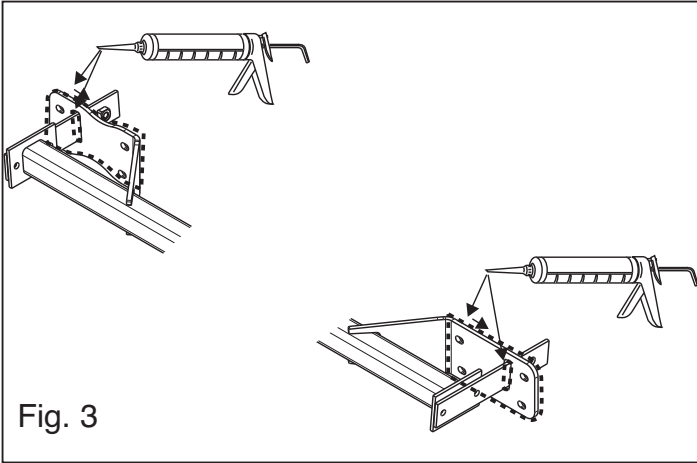

Fig. 3
10. Герметизировать обозначенные части (см. рис. 3)